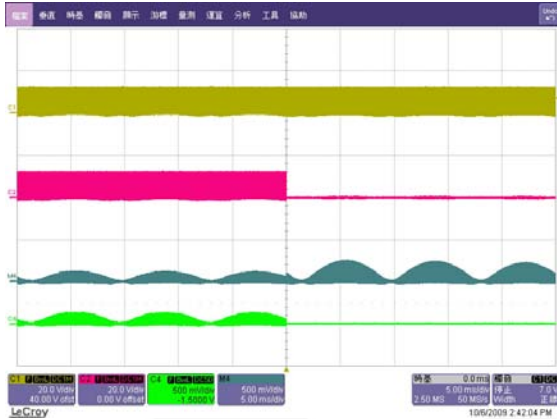
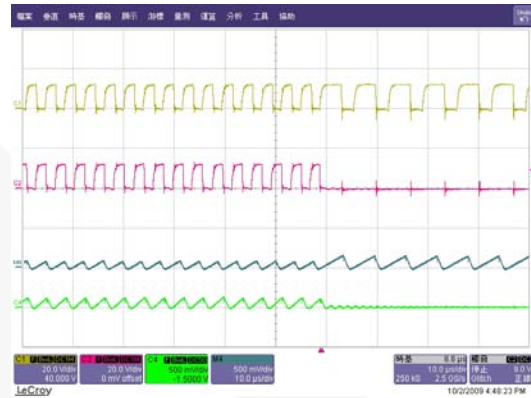

图 21. 切相
图 22. 放大
9. 图 21和图 22显示的是切相波形。沟道1栅极驱动信号的占空比在其他通道栅极驱动信号禁用时倍增，实现最少的线路电流干扰。